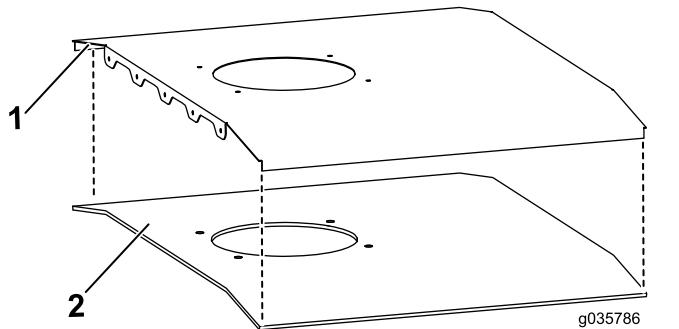

Figure 1
2. Fixez la mousse sur le panneau de pavillon en alignant le trou du ventilateur et les trous de boulons (Figure 1).